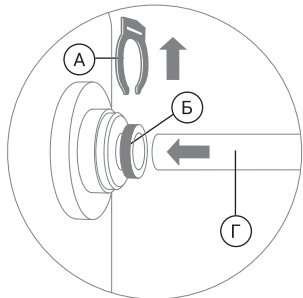

Рис. 3
1. Вставьте до упора в фитинг пластиковую трубку (Г), продев ее через цанговое кольцо (Б) (рис. 3). Для герметизации соединения приложите дополнительное усилие, при этом трубка утопится еще примерно на 3 мм и будет плотно обжата резиновым кольцом. Установите стопорную клипсу (А) на цанговое кольцо.